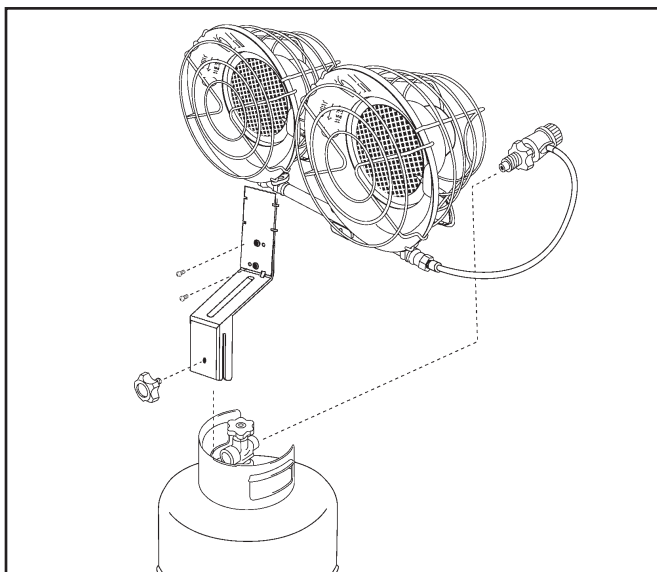

Figure 1.
**5a. Modèle à double brûleur MH30TS (voir la figure 1.)**